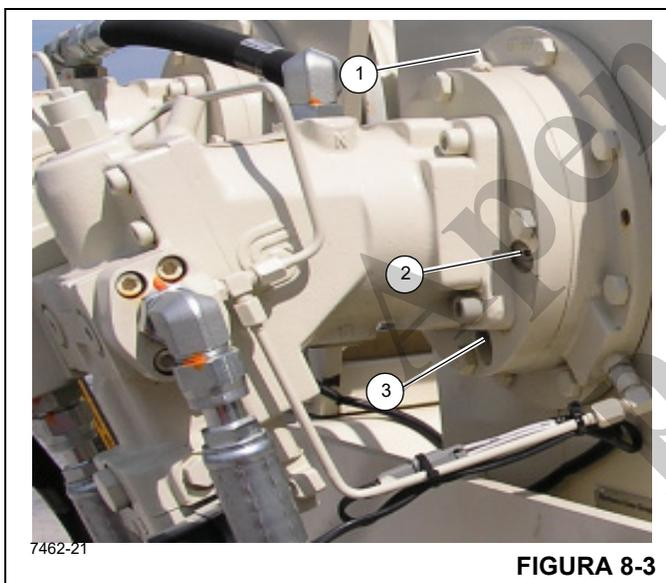

FIGURA 8-3
Para verificar o óleo do freio do guincho, remova o bujão de inspeção (2, Figura 8-3) e inspecione visualmente o nível do óleo. O fluido deve estar nivelado com a parte inferior do furo de inspeção. Se mais fluido for necessário, adicione através do respiro e do furo do bujão de enchimento de óleo do freio até que o óleo esteja no nível inferior do furo de inspeção (1).
Para drenar e adicionar óleo novo, remova o bujão de dreno (3, Figura 8-3), o bujão de inspeção (2) e o bujão de respiro (1) e drene o óleo hidráulico. Reinstale o bujão de dreno (3) e adicione fluido no furo de inspeção (2) até que o óleo esteja no nível inferior do furo de inspeção. Instale o bujão de inspe-
O óleo nas seções da caixa de engrenagens e do freio deve ser trocado após as primeiras 50 horas de operação e a cada 1.000 horas ou 6 meses de uso. O óleo da caixa de engrenagens é drenado removendo-se o bujão do dreno e a ventilação (consulte a *Figura 8-3*).